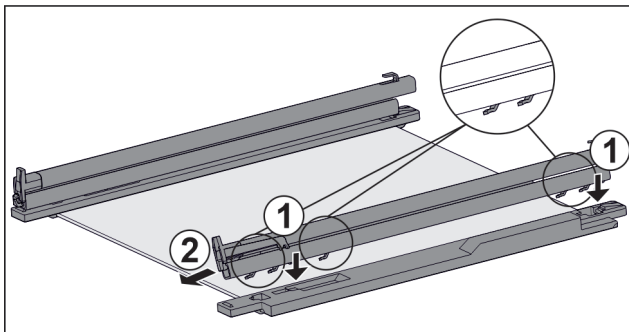

Fig. 131 Placa de vidrio con guías y piezas de sujeción
- ▶ Coloque los ganchos de la guía en las aberturas de la pieza de sujeción **izquierda**. Fig. 131 (1)
- ▶ Tire de la guía hacia delante. Fig. 131 (2)
- ▶ Coloque los ganchos de la guía en las aberturas de la pieza de sujeción **derecha**. Fig. 131 (1)